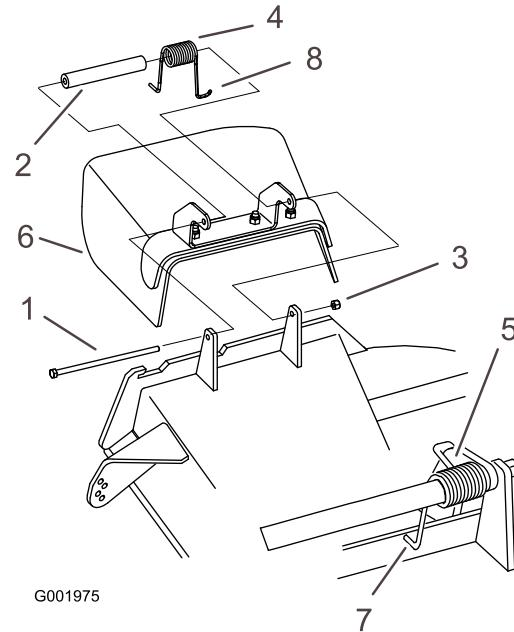

Figure 89
1. Retirez le contre-écrou, le boulon, le ressort et l'entretoise qui fixent le déflecteur aux supports de pivot (Figure 89). Enlevez le déflecteur s'il est endommagé ou usé.
Remarque: Prenez soin de placer l'extrémité en L du ressort derrière le bord du plateau avant de mettre le boulon en place, comme indiqué à la Figure 89.
3. Remettez le boulon et l'écrou. Accrochez l'extrémité en J du ressort au déflecteur d'herbe (Figure 89).